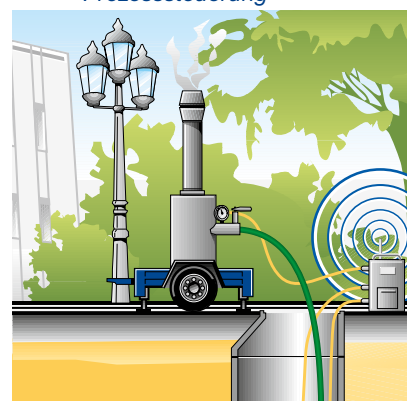

Bild 4: Kondensatabscheider und Prozessüberwachung
5. Aufweiten und Abkühlen des Rohres (Reversion) mittels Druckluft. Das Rohr wird eng an die Wand des Altröhres gedrückt und fixiert (Close-fit) (Bild 4).